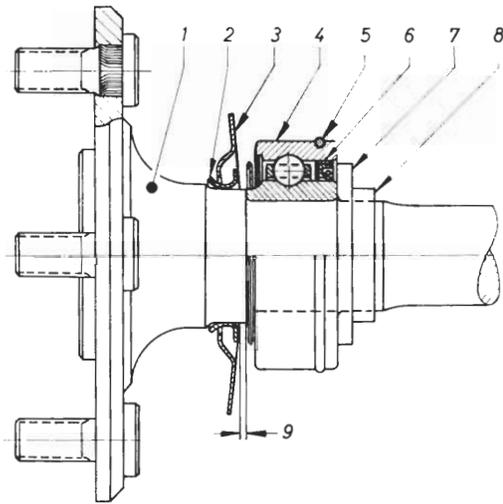

Bild 20 - Zusammenbau Hinterachswelle
4. Staubfangblech (16/2) so über den Wellenschaft schieben, daß der Flansch des Bleches zum Kugellager zeigt (Bild 20). **Nur einwandfreies Staubfangblech wieder verwenden.**